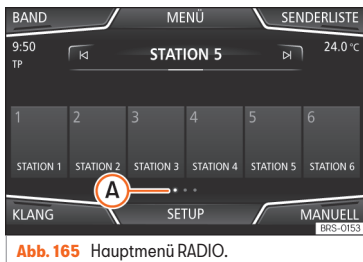

Abb. 165 Hauptmenü RADIO.
- ODER:** Tippen Sie auf eine der Funktionsflächen »» **Abb. 165 A**